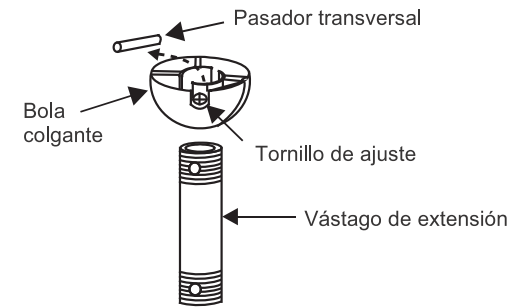

Fig. 7
Paso 5. Retire la bola de suspensión del conjunto del vástago de extensión aflojando el tornillo de fijación, desenroscándolo y quitando el pasador transversal y desenroscando la bola de la varilla. **(Fig. 7)**